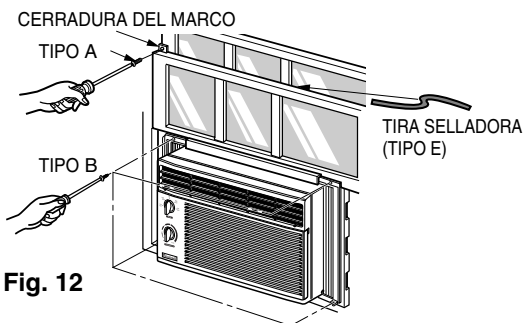

Fig. 12
Extienda los paneles con guías (TIPO F) hasta cubrir el espacio, utilizando cuatro tornillos (TIPO B) para asegurarlos, como se muestra en la Fig. 12.
- Corte la tira para sellar la hoja de la ventana (TIPO E) a una longitud igual al ancho de la ventana. Meta la tira selladora entre el vidrio y la ventana para evitar que el aire y los insectos penetren en la habitación, como se muestra en la Fig. 12.
- Instale el soporte en "L" utilizando un tornillo (TIPO A), como se muestra en la Fig. 12.